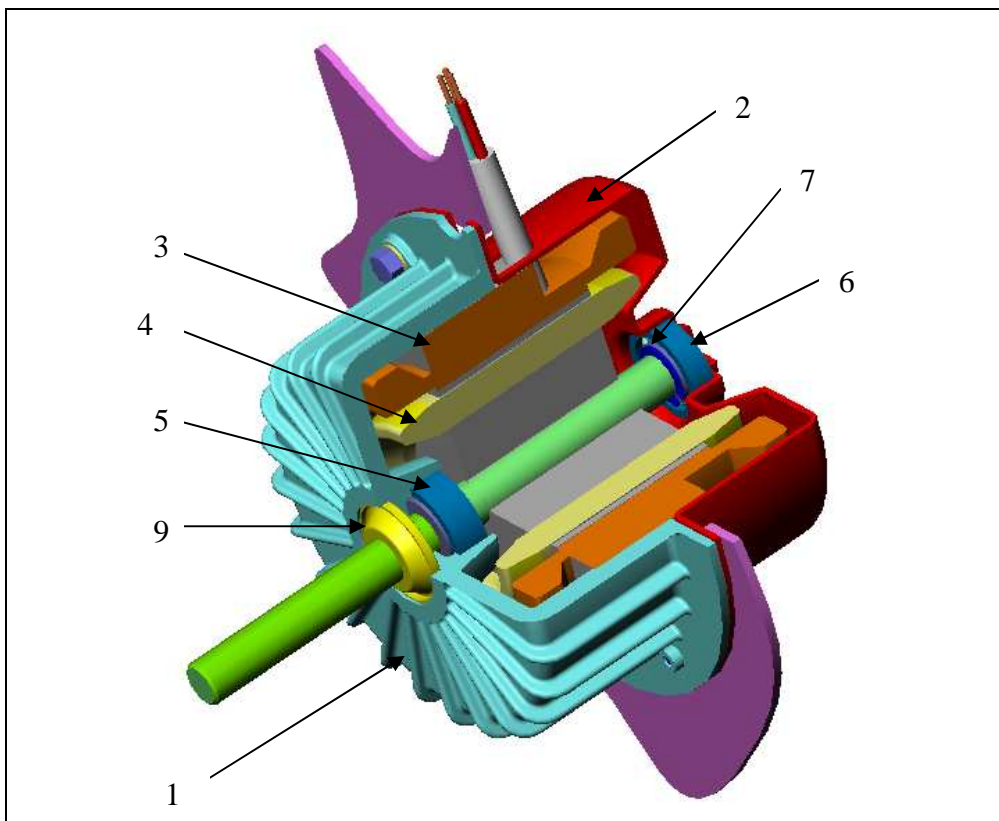

Figure 1 : Écorché du moteur
L'étude porte sur le tolérancement d'un carter aluminium (1) de moteur électrique, dont un écorché est illustré sur la Figure 1.